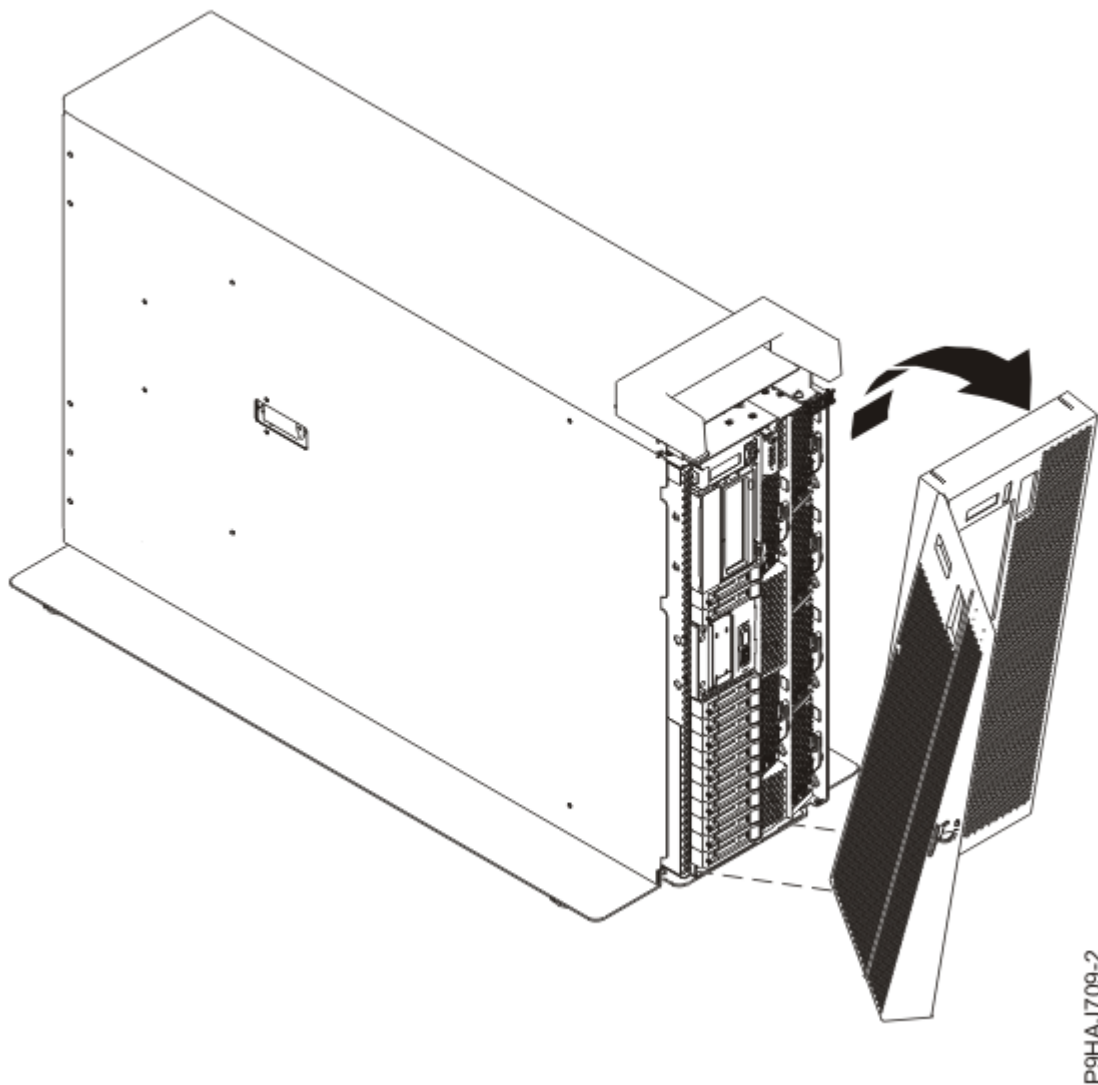

Abbildung 6. Vordere Abdeckung ausbauen
- d) Ziehen Sie die Abdeckung aus dem System (siehe Abbildung 6 auf Seite 8).